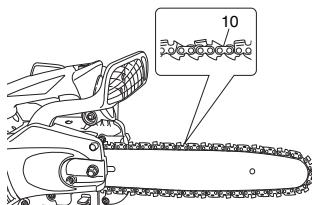

Fig. 5
- Compruebe que la dirección de la cadena (10) sea correcta como se indica en la figura y alinee la cadena sobre la rueda dentada. (**Fig. 5**)